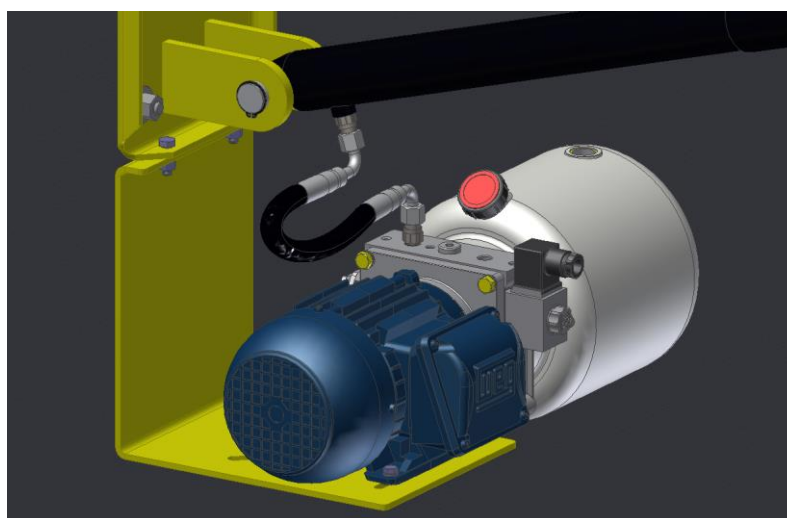

Figura 13: Fixação da unidade hidráulica no suporte
Após a montagem do cilindro, deve-se montar a unidade hidráulica (item 4) no suporte destinado a este componente, conforme Figura 13, utilizando os quatro conjuntos de parafusos e porcas M8.
Após a montagem da unidade hidráulica deve-se realizar a montagem da mangueira hidráulica. A posição dos conectores deve ser posicionada conforme Figura 13, observando o curso total da niveladora de forma a evitar interferência entre a mangueira e demais componentes (motor, cilindro, adaptadores, estrutura).